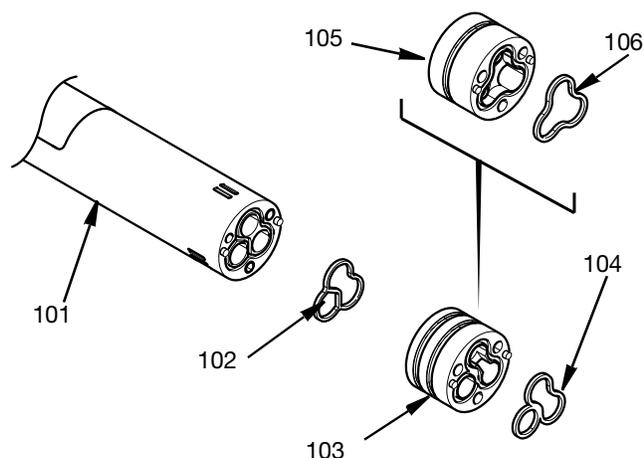

FIG. 13
5. Si fuera necesario, retire la junta inferior de un solo material (106) o la junta inferior de dos materiales (104). Entonces, ya se puede retirar el adaptador de un solo material (105) o el adaptador de dos materiales (103) y la junta (102) del adaptador. Consulte la FIG. 13.